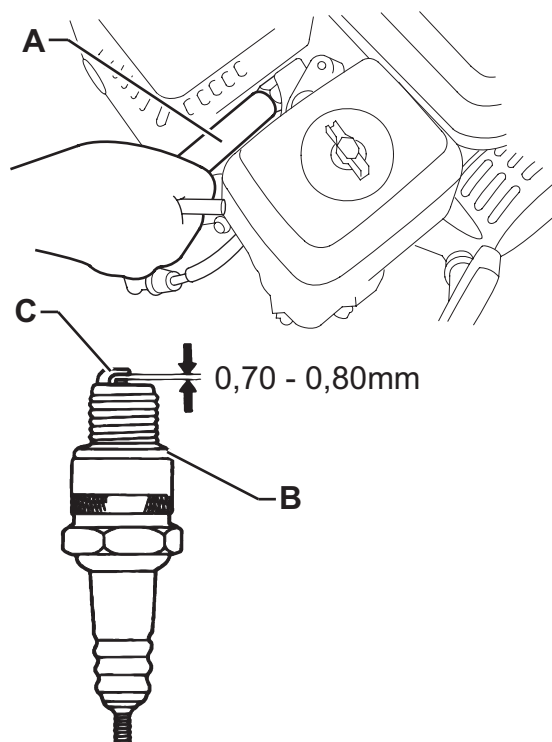

Рис. 24
2. Поверните ключ зажигания (61) в положение «0».
3. Откройте капот машины (18), потянув за ручку (41), и надежным образом закрепите его с помощью опорного стержня (53).
4. Поднимите и разберите на части перегородку правой стороны (45).
6. Крышка снимается с помощью гаечного ключа (А, Рис. 24).